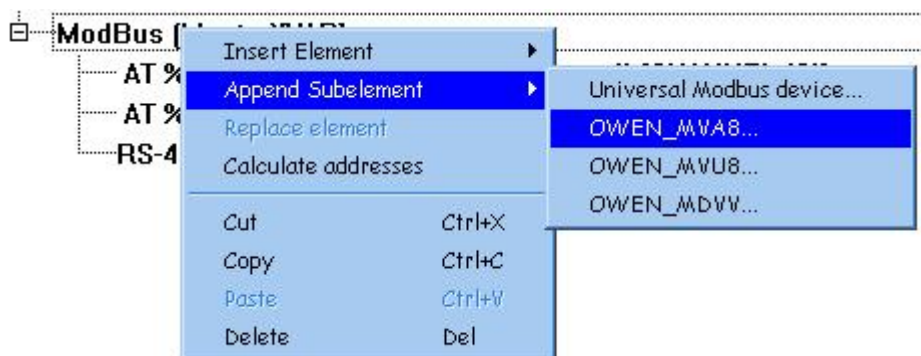
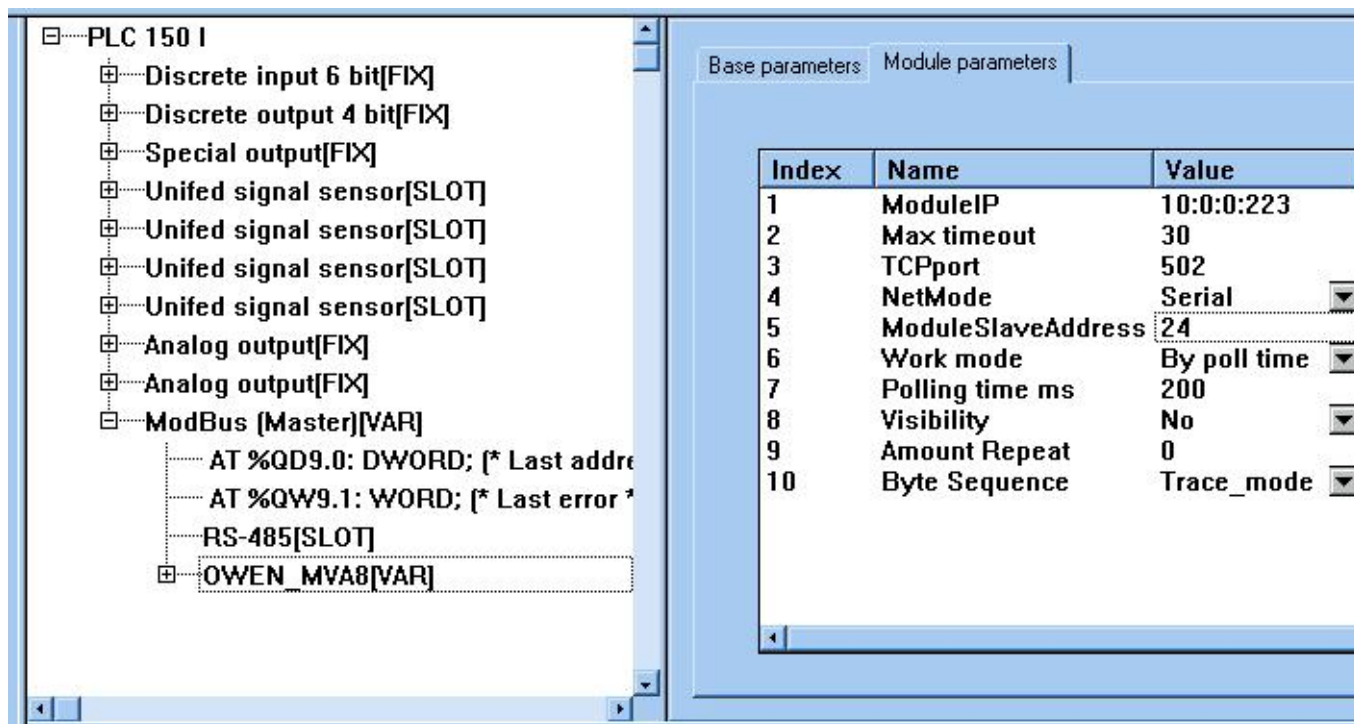

Рис. 3.1
Рис. 3.2
3. Сначала настроим подключение MBA8. Нажмите правой кнопкой мыши на пункте *ModBus (Master)*, в появившемся контекстном меню выберите пункт *Append Subelement*. Здесь вам предлагается выбрать либо модуль *Universal Modbus device*, либо уже настроенную конфигурацию MBA8 (см. пункт *OWEN\_MVA8* на Рис. 3.1). В первом случае вам необходимо самостоятельно определить, какие данные, с каких каналов MBA8 и в каком виде вы хотите передать на ПЛК. Во втором случае эти параметры передачи сигналов уже заданы для всех входов модуля.
Выберите пункт *OWEN\_MVA8*, как это показано на рис. 3.1. В окне справа выберите вкладку *Module Parameters*. В столбце *Value* введите значения параметров, как это показано на рис. 3.2. В параметре *ModuleSlaveAddress* вы можете задать удобный вам адрес прибора MBA8, кратный 8. Например, 32, 40 или 48. В нашем случае это адрес 24.